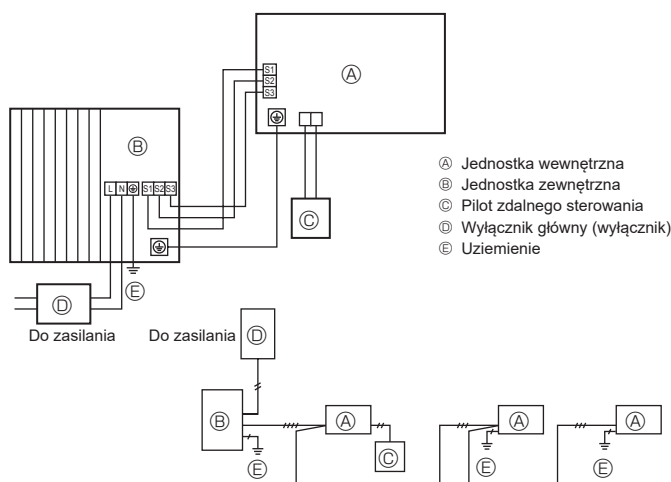

Fig. 7-1
7.1. Jednostka zewnętrzna (Fig.7-1 i 7-2)
- ① Usunąć panel serwisowy.
- ② Podłączyć przewody zgodnie z Fig. 7-1 i 7-2.